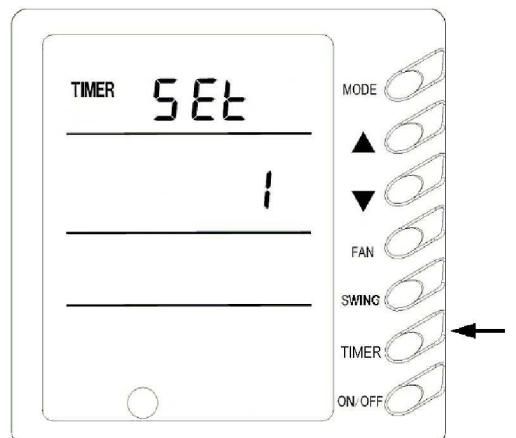
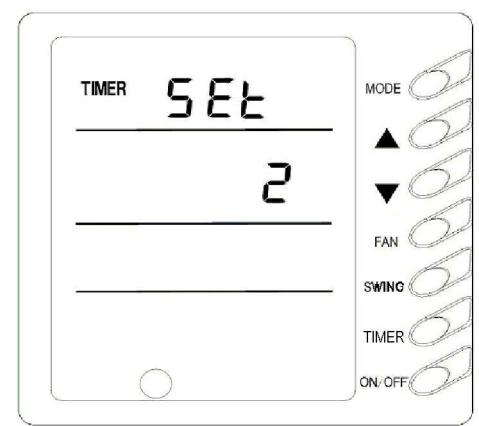
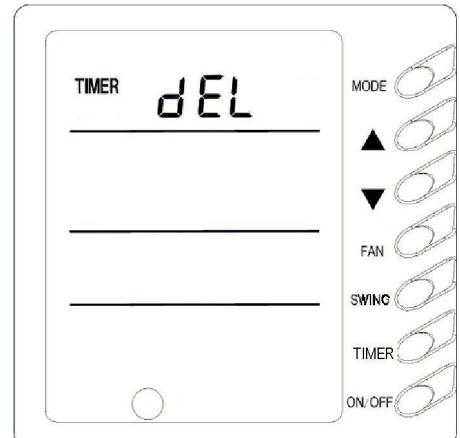

Рис.7
Рис.8
Рис. 9
6) Установка таймера (Рис.7, 8, 9)
контроллере управляет недельным таймером. В любом состоянии блока (ВКЛ или ВЫКЛ) нажатие кнопки TIMER вызывает настройку таймера, после чего следует при помощи кнопок ▲ или ▼ установить таймер (Рис.7), время (рис.8) или удалить таймер (рис.9). По завершении нажмите TIMER для сохранения.